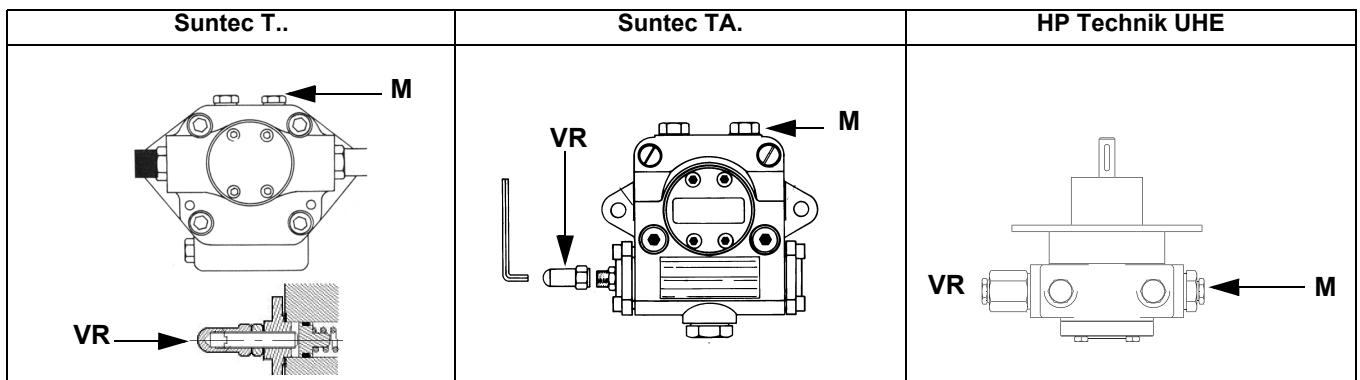
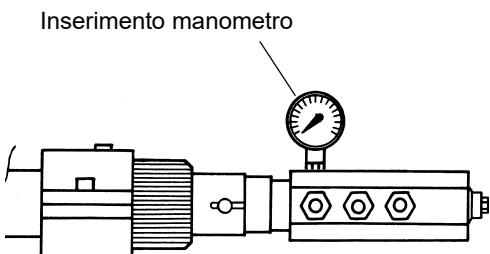

Fig. 5
Fig. 6
- 3 Sfiatare l'aria dall'attacco (**M**) manometro della pompa (Fig. 5), allentando leggermente il tappo, senza toglierlo; quindi rilasciare il contattore.
- 5 Solo se necessario, regolare la pressione di alimentazione (vedi relativo paragrafo) nel modo seguente: inserire un manometro nella posizione indicata in Fig. 6 agire sulla vite di regolazione **VR** della pompa (vedi Fig. 5) fino ad ottenere una pressione all'ugello pari a 20 bar (ugelli Monarch o ugelli Bergonzo - vedere grafici a pag. 46);
3. Fissare VD rispettivamente con 2 viti M5, max. 5 Nm/44 in.lb, fig. 5/6.